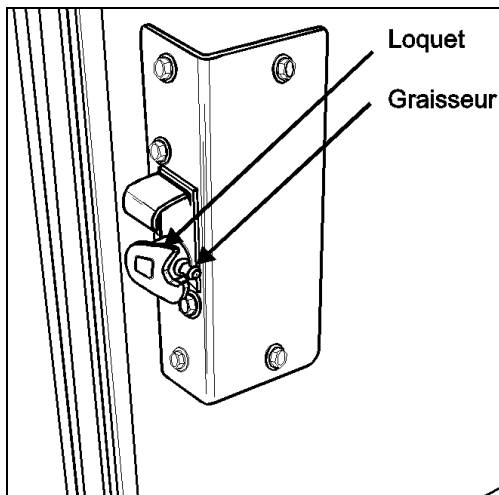

FIGURE 3: LOQUET AVEC GRAISSEUR 18301
3. Sur le nouveau loquet, dévisser le graisseur pour pouvoir passer le loquet dans la plaque de métal (Fig. 3).